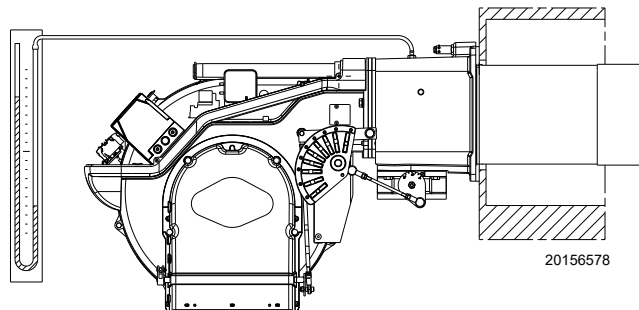

Рис. 34
- Подсоедините U-образный манометр (Рис. 34) к штуцеру для замера давления газа. Служит для получения приблизительной МАКС. мощности горелки через Табл. J.
Поступление газа на патрубок определяется по U-образному манометру (Рис. 34, на стр. 26). После розжига перейдите к комплексной регулировке горелки.
Приблизительное значение можно получить из Табл. J, на стр. 22. Для этого достаточно считать давление газа на U-образном манометре (см. Рис. 34, на стр. 26) и следовать указаниям.